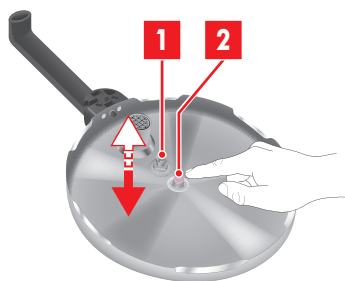

Fig. 8: Comprobaciones de seguridad
1. Compruebe el correcto funcionamiento de la válvula de seguridad (fig. 8/1) y del indicador de presión (fig. 8/2).